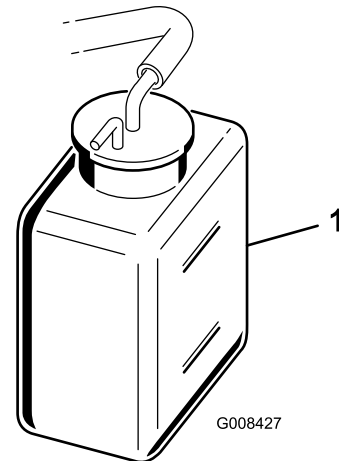

图31
2. 检查冷却液液位（图31）。发动机冷却时、液位应介于备用水箱的上下两条线之间。